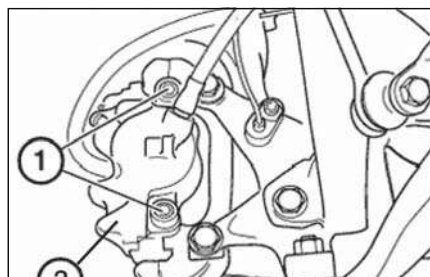

Рис. 13.3. Направляющие пальцы
- Отжав стопор, расстыковать ШР указателя толщины тормозной накладки (13) на левом суппорте. Тянуть за провод категорически запрещено. Удерживая пружину (14) тормозных колодок, отжать ее от суппорта и снять пружину.
Извлечь пластиковые защитные колпачки направляющих пальцев, применяя отвертку. Вынуть тормозной шланг из держателя. Используя «34.1.080» или торцовый шестигранный ключ на 7 мм, вывернуть направляющие пальцы (1, рис. 13.3) и снять суппорт (2), потянув его назад.